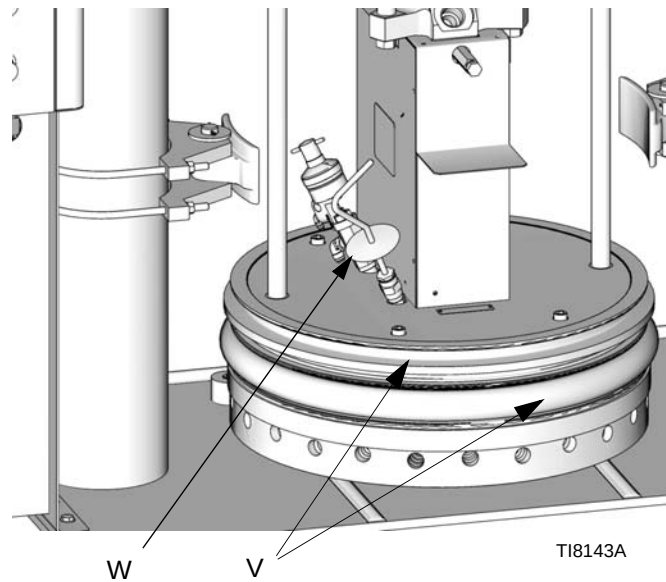

図 . 20: 台板
5. 高温のグリス潤滑液（部品番号 115982）の薄い膜を台板シールに塗布して下さい (V)。図. 20 参照。
9. 台板の抽気ハンドル (W) を外して下さい。図 . 20 参照。
12. 台板シール (V) がマテリアルドラムに入った後、ラムの DOWN エアレギュレータ (P) を 30-50 psi (207-345 kPa, 2.1-3.4 バール) に調節します。図 . 19 および図 . 20 参照。
13. ラムが停止したら、再び台板抽気ハンドル (W) を挿入して、手動で締めます。図 . 20 参照。